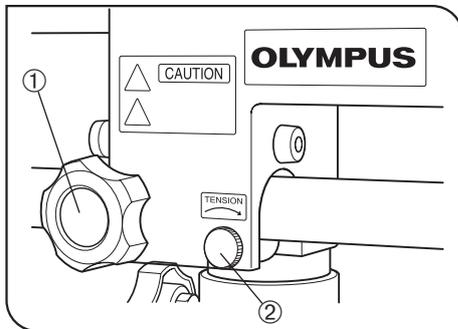

fig. 16
1. Para deslocar horizontalmente o braço horizontal, solte o botão de aperto horizontal ①.
A tensão do movimento horizontal pode ser ajustada com o botão de ajuste da tensão ②. Rodando o botão na direcção da seta aumenta a tensão e rodando na direcção oposta, diminui-a. (fig.16)